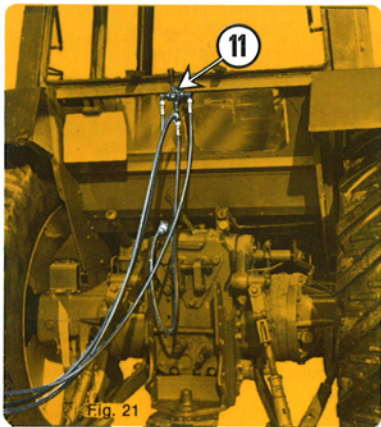

Fig. 21
- Procéder à un graissage général, atteler au tracteur et vérifier: - le relevage du semoir - la bonne longueur du cardan de turbine - les diverses transmissions - l'efficacité des tendeurs de chaînes, la rotation de leur galet - la manœuvre des rayonneurs par la vanne **11** (à brancher suivant fig. 21)
- Proceed to overall lubrication - hitch the planter to the tractor and check: if planter lifts easily - if planter is level to soil (adjust top link if necessary) - adjust, if necessary, length of fan's universal drive line - the various transmissions - efficiency of the chain tighteners and their rollers - operation of the row markers by the valve **11** (to be connected as per fig. 21).